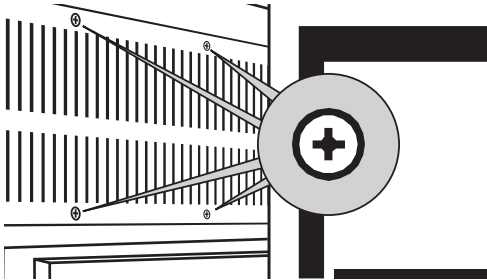

Рис. 11.
- 4. Отвинтите четыре винта защитной крышки платы питания (рис. 11).